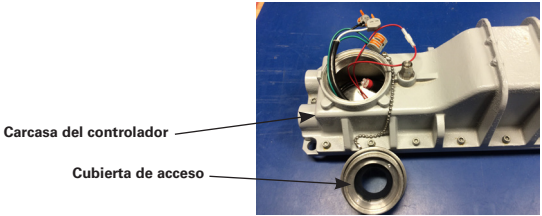
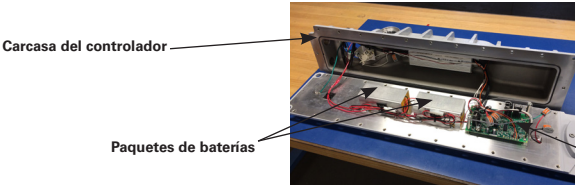

Figura 10
Figura 11
- 3. El reemplazo de batería requiere el retiro de la carcasa del controlador (observe la Figura 11).
- 4. Abra la cubierta de acceso de cableado roscado (observe la Figura 10) y deje que la cubierta cuelgue del cordón.
- 9. Retire los veinticuatro (24) tornillos de cabeza hueca y las arandelas de seguridad de la carcasa del controlador con una llave hexagonal de 5 mm.
- 11. Retire la carcasa del controlador. Nota: Mantenga la carcasa cerca del cuerpo de la luminaria para evitar presión en el arnés de cables adjunto (observe la Figura 11).